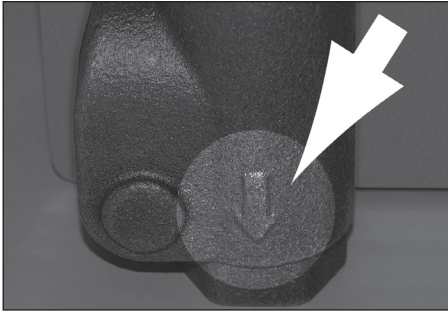

Figure 1
1. Installer l'unité de contrôle sur la tuyauterie d'alimentation en eau froide avec la flèche du robinet pointant dans la direction de l'écoulement, vers le chauffe-eau. **Figure 1**